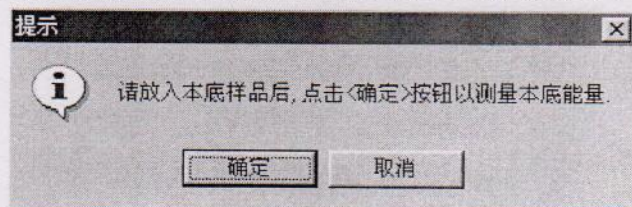

图 4-32
I. 单击该按钮，弹出如图 4-32 的提示框。点击“确定”按钮，测定本底；点击“取消”按钮，则退出建立曲线操作（不进行下面的操作）。